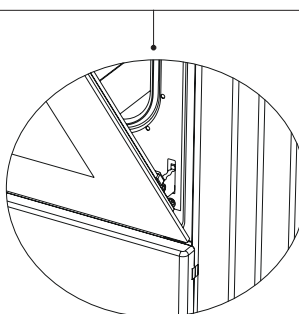

Figure 16.1
3. Fermez ensuite la porte du four de manière à ce qu'elle repose sur le loquet de la charnière, comme le montre la Figure 16.1.